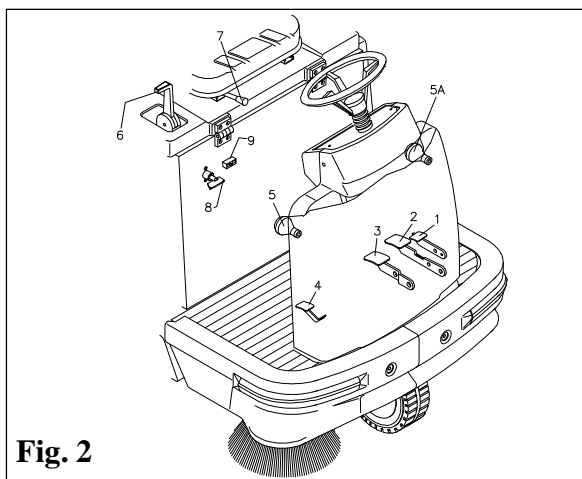

Fig. 2
- 1) Colocar a alavanca de levantar a escova, **5 Fig. 2**, na posição **OFF**.
- Ligue o carregador de baterias à respectiva tomada, **Fig. 2** e mantenha o estado de carregamento durante 2 horas.
- Ligue o carregador da bateria (Fig. 2)
- 2) Verifique se a chave de desligar a bateria, **8 Fig. 2**, se encontra na posição **ON**.
- 5) Desbloqueie, se estiver engatado, o travão de estacionamento, accionando o pedal 2, Fig. 2.
- 6) Accione o pedal do acelerador, **4 Fig. 2**, para efectuar o arranque da máquina, doseando a velocidade pretendida através da pressão do mesmo.
- 1) Baixe a escova central, colocando a alavanca respectiva **6 Fig. 2**, na posição **ON**.
- 2) Baixe, se necessário, a escova lateral, accionando a alavanca, **5 Fig. 2**.